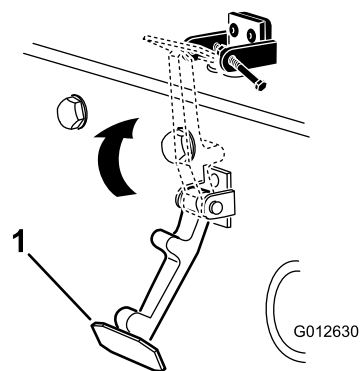

Figura 7
7. Enganche el cierre en el cerradero del capó (Figura 7).